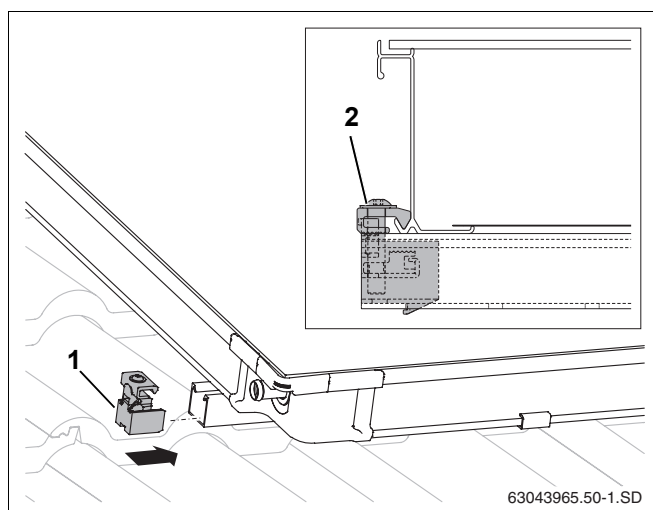

Fig. 49 Clemă simplă pentru partea stângă a colectorului
- Se împinge clema simplă de prindere (Fig. 49, **Poz. 1**) în partea inferioară și superioară a șinei profilate.
- Se împinge clema până la rama colectorului și se înșurubează cu cheia SW5 (Fig. 49, **Poz. 2**).